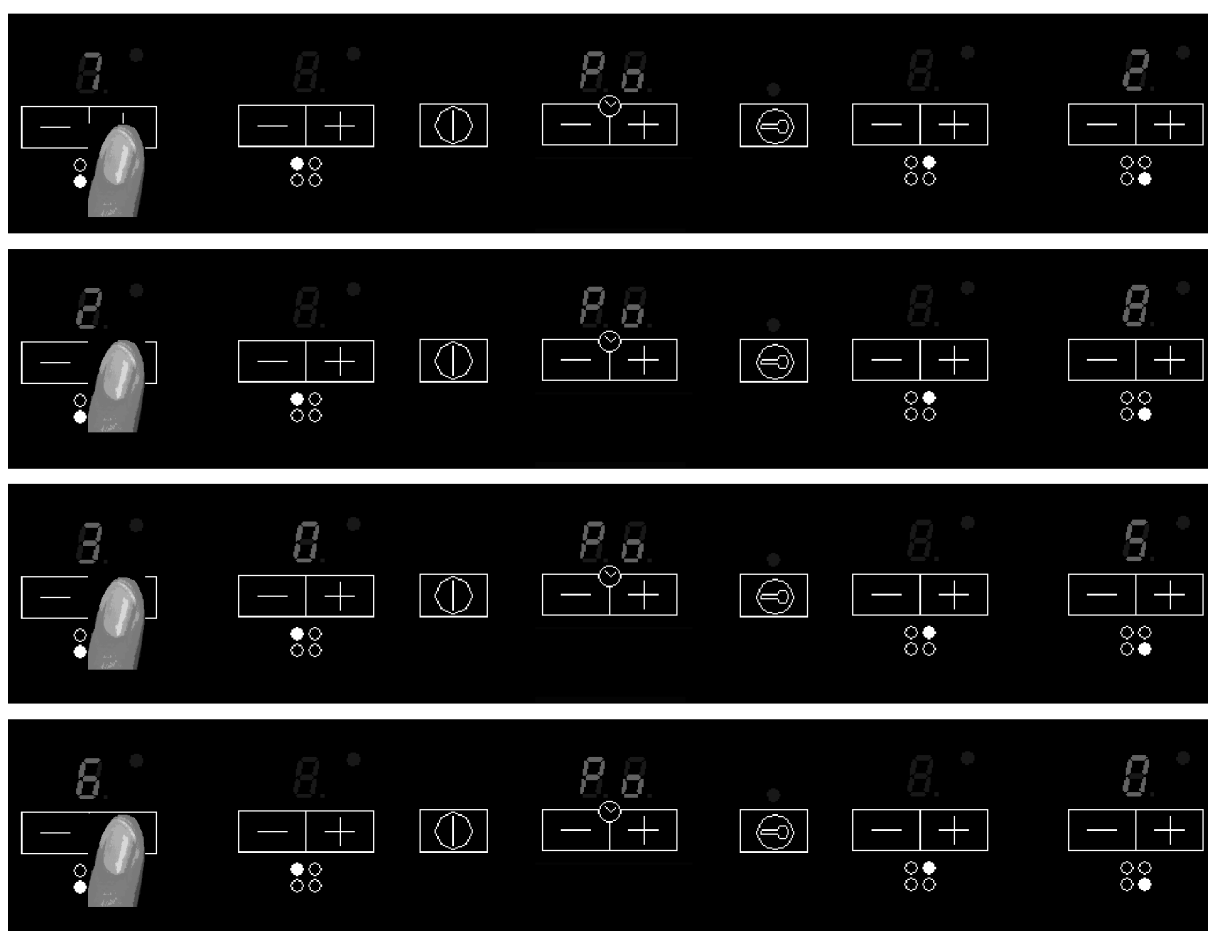

РИС. 19
- Если мощность равна 7200 Вт, то при нажатии клавиши $+$ или $-$ мощность изменится на 2800 Вт (см. рис. 19).